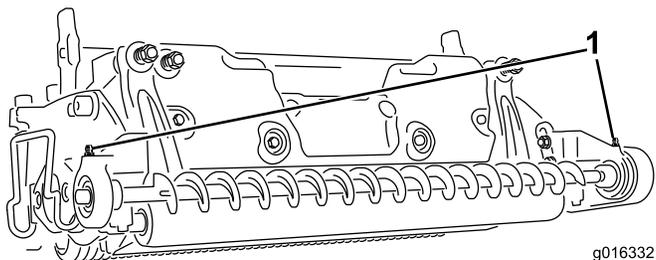

図 24
2. 異物を入れてしまわないよう、グリスフィッティングをきれいに拭く 図 24を参照。